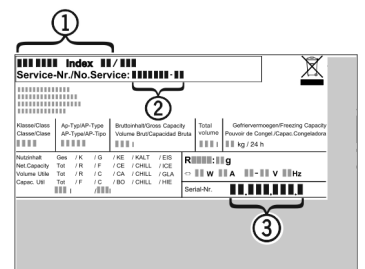

Fig. 12
- ▶ Прочетете от идентификационната табелка описанието на уреда Fig. 12 (1), сервизния № Fig. 12 (2) и серийния № Fig. 12 (3). Идентификационната табелка се намира на лявата вътрешна стена на уреда.
- ▶ Обадете се на сервизната служба и посочете неизправността, описанието на уреда Fig. 12 (1), сервизния № Fig. 12 (2) и серийния № Fig. 12 (3).